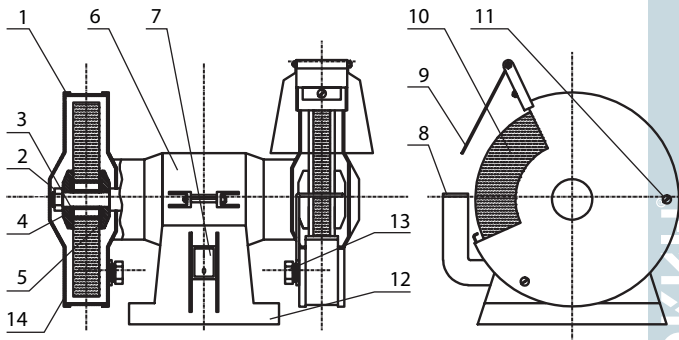

Рисунок 1 - Точильный станок
2. Установить и закрепить экран прозрачный (9), подручник (8) (рис.1).
- ослабляется гайка (2) (см. рис.1);
- затягивается гайка (2);
5. При работе допускается незначительное перемещение электроточила относительно опорной поверхности. Для исключения этого явления необходимо точильный станок закрепить на рабочем месте через отверстия в подставке (12) или установить его на резиновую прокладку.
ВНИМАНИЕ! Установка шлифовального круга без картонных прокладок (3) (рис. 1) не допустима. Запрещается заменять вилку двухполюсную с заземляющим контактом на вилку двухполюсную без заземления.